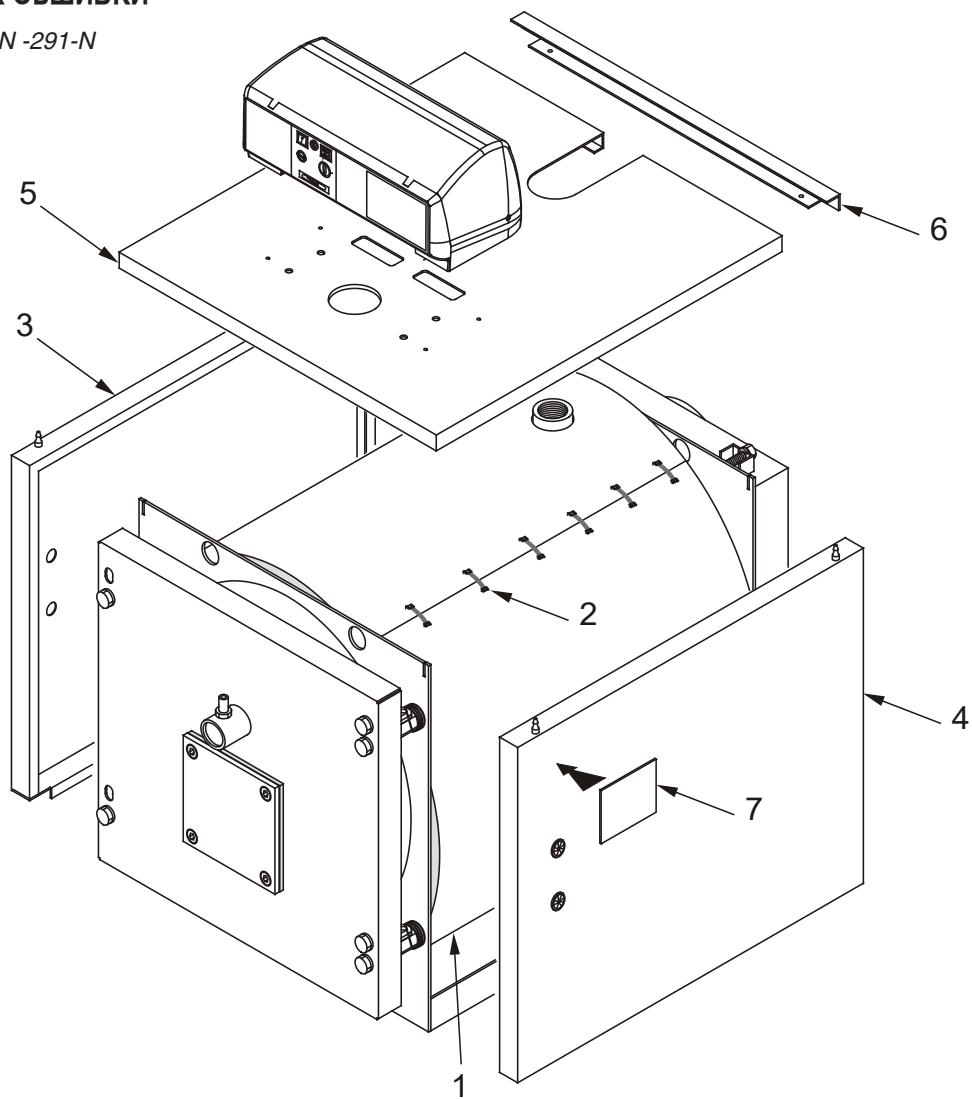

рис. 8
Линии подачи и обратки отопления должны подключаться к фитингам котла как указано на рис. 8.
N.B. Для моделей от **64-N** до **291-N** (см. рис. 8 и 9), обшивка и теплоизоляция находятся в одной упаковке маркированной:
Последовательность монтажа (см. рис. 8 и 9)